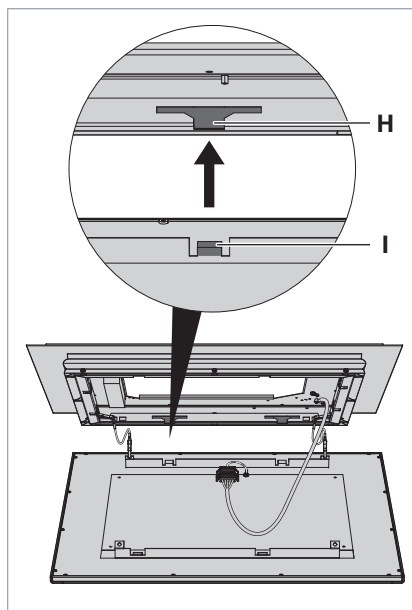

Fig. 9: Posizionare l'elemento luce diretta.
- Inserire le quattro linguette **I** dell'elemento luce diretta nelle quattro aperture **H** del telaio dell'apparecchio d'illuminazione, vedi Fig. 9.